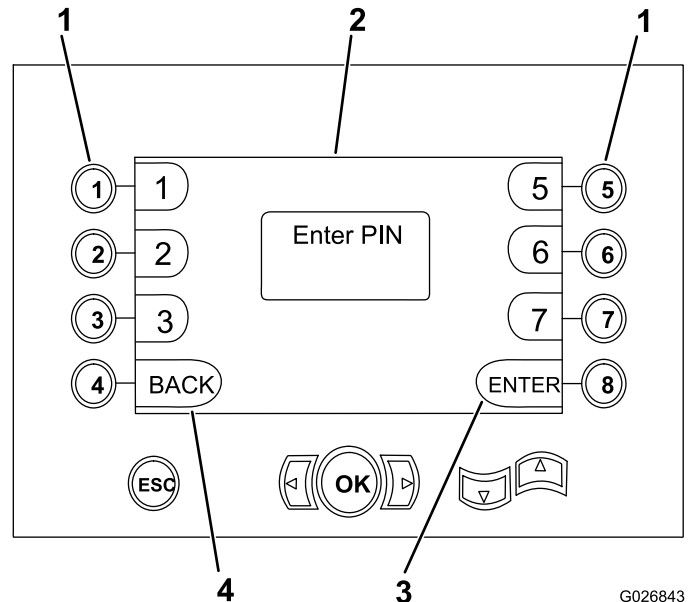

Bild 37
- Taste 1 gibt die Zahl 1 ein (Bild 37)
- Taste 2 gibt die Zahl 2 ein (Bild 37)
- Taste 3 gibt die Zahl 3 ein (Bild 37)
- Taste 5 gibt den Buchstaben A ein (Bild 37)
- Taste 6 gibt den Buchstaben B ein (Bild 37)
- Taste 7 gibt den Buchstaben C ein (Bild 37)